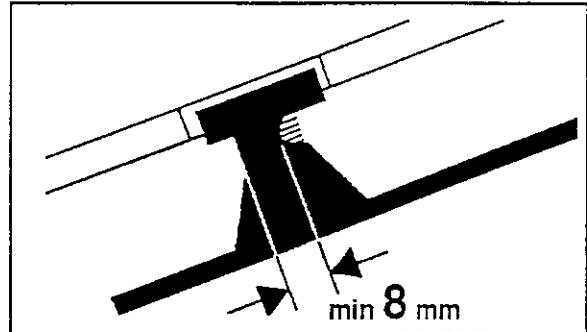

Bild 4-37
- bei einer Bolzenabnützung auf 8 mm (Bild 4-37).